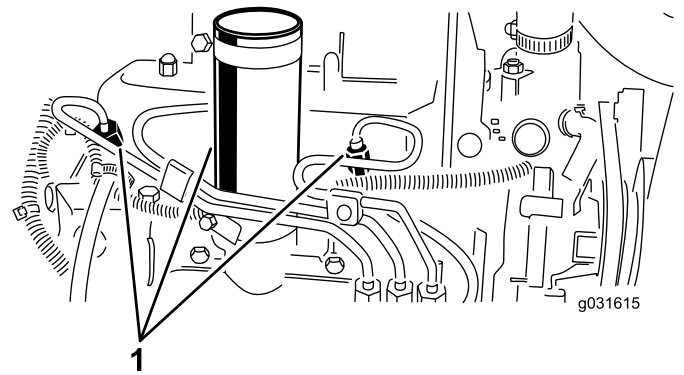

Bild 51
1. Lockern Sie den Leitungsanschluss an der ersten Düse und Halterung (Bild 51).